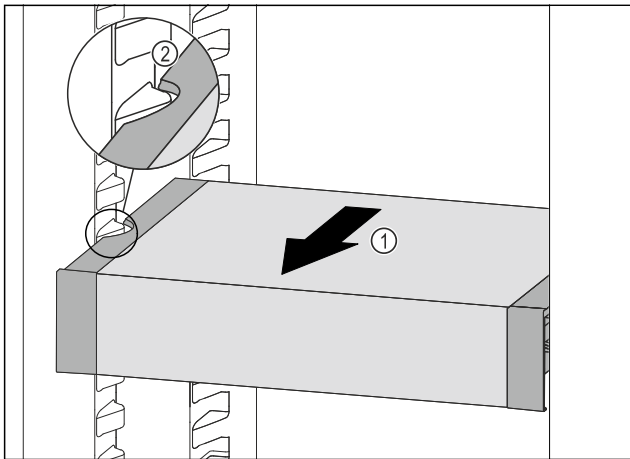

Fig. 99
- Изтеглете VarioSafe напред Fig. 99 (1), докато страничните прорези на VarioSafe се намират на височината на ребро на съда в хладилната част. Fig. 99 (2)